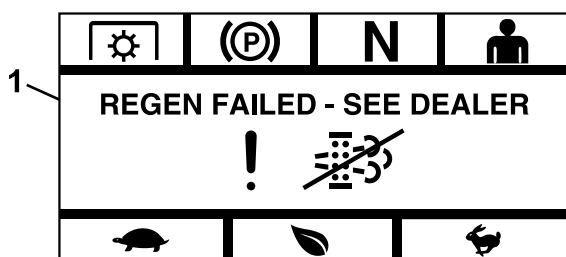

Figura 19
- **Non riuscita** - se L'ECU del motore stabilisce che una rigenerazione di ripristino non può essere portata a termine, il modulo visualizzerà la schermata Rigenerazione non riuscita - rivolgersi a un concessionario (Figura 19). Portate la macchina a un Centro Assistenza autorizzato.